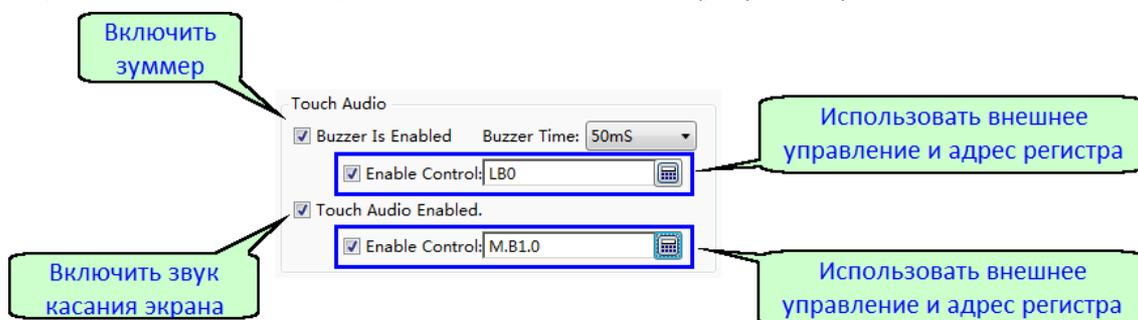

Рисунок 104 - Настройка зуммера
9. Настройки зуммера используются для контроля встроенного источника звука, он может быть включен или отключен в зависимости от активных опций, а также его состояние может зависеть от состояния внешнего регистра, если необходимо оперативно менять его состояние (рисунок 104).